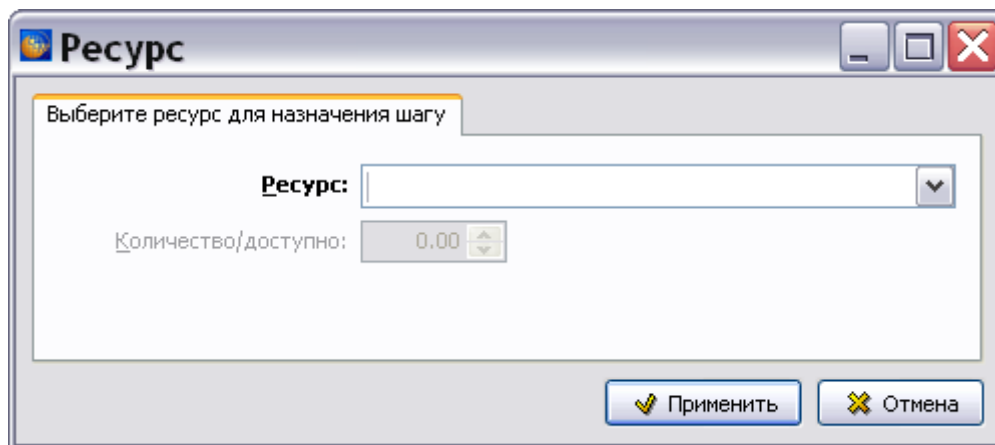

Рис. 7.68
2. На вкладке **Инструменты и материалы** нажмите на кнопку **Добавить** . После этого появится окно **Ресурс** (Рис. 7.68).